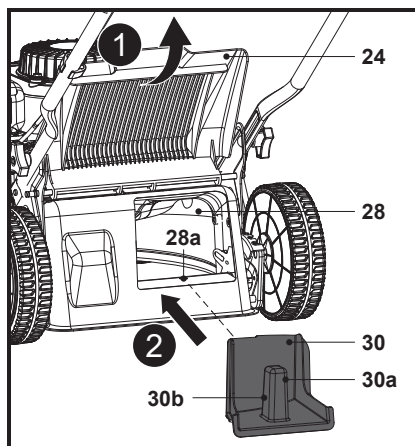

Fig. 15
1. Ouvrir le déflecteur arrière (24), tenir la poignée de l'obturbateur mulching (30a) et introduire l'obturbateur mulching (30) dans la goulotte d'éjection arrière (28) (Fig. 15). S'assurer que le verrou (30b) est correctement enclenché dans les encoches de la goulotte d'éjection arrière (28a).